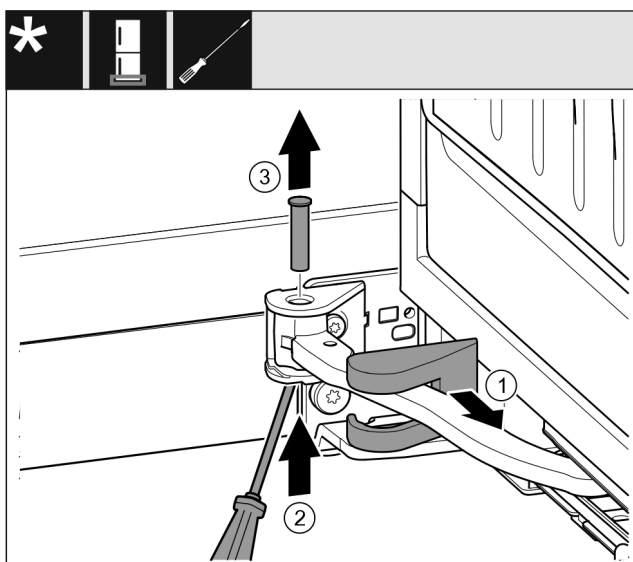

Fig. 15
► Zdjąć osłonę płytki zawiasu Fig. 15 (1) i przesunąć wzdłuż przegubu.
► Unieść sworznie Fig. 15 (2) od dołu przy użyciu śrubokręta.
► Wyjąć sworznie Fig. 15 (3) wyjąć od góry.